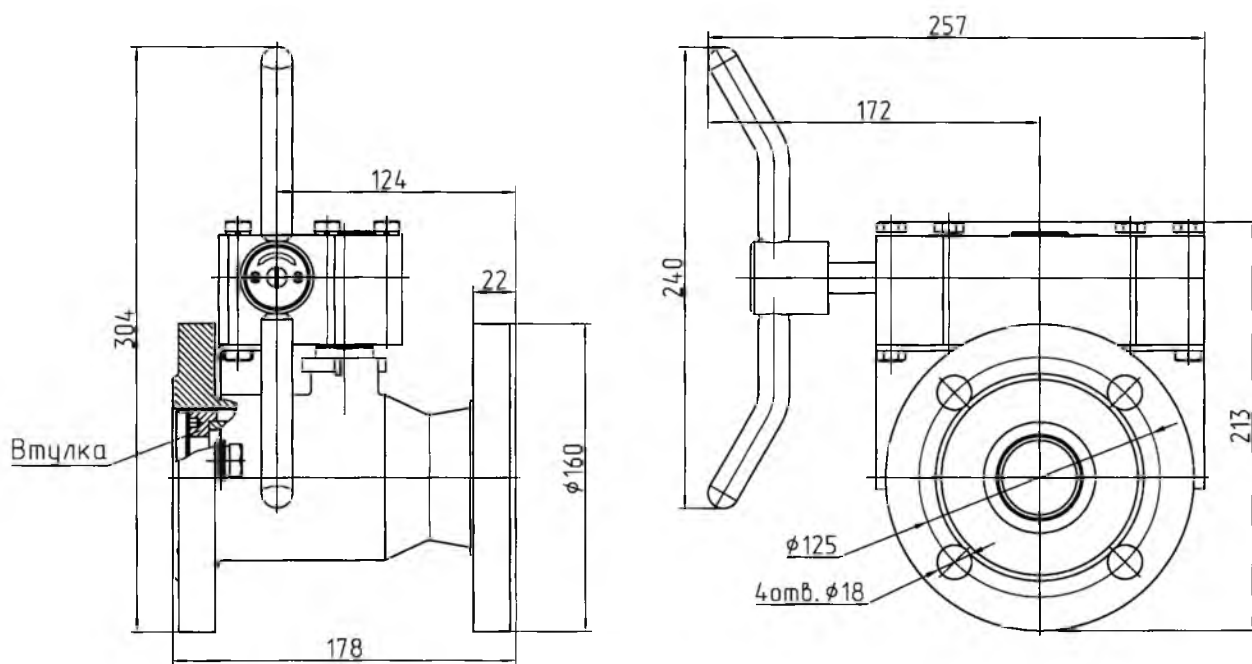

Рисунок 1
7.4 Подтяжку втулки (рисунок 1) для достижения герметичности производить спец ключом (усилие затяжки должно находиться в диапазоне 45-55 Н*м) в закрытом положении крана.